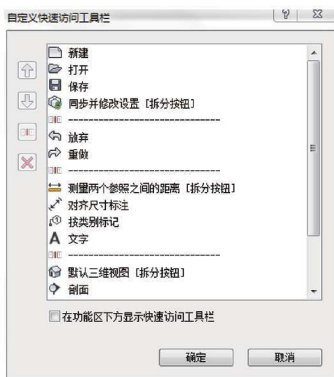

图 1-8
选择“自定义快速访问工具栏”命令，在弹出的“自定义快速访问工具栏”对话框中可以对快速访问工具栏中的命令进行向上 / 向下移动命令、添加分隔符、删除命令等操作，如图 1-8 所示。
(1) 工具按钮（如天花板^{图1-8}）：单击可调用工具。